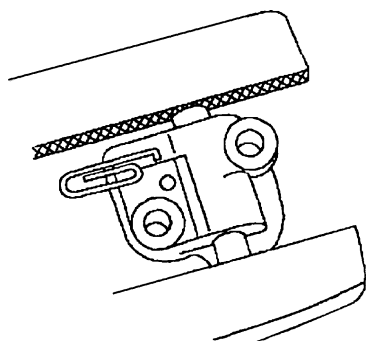

图 11-36 固定张紧器柱塞
25) 用类似曲别针的工具, 固定住右侧正时链条张紧器柱塞, 如图 11-36 所示。